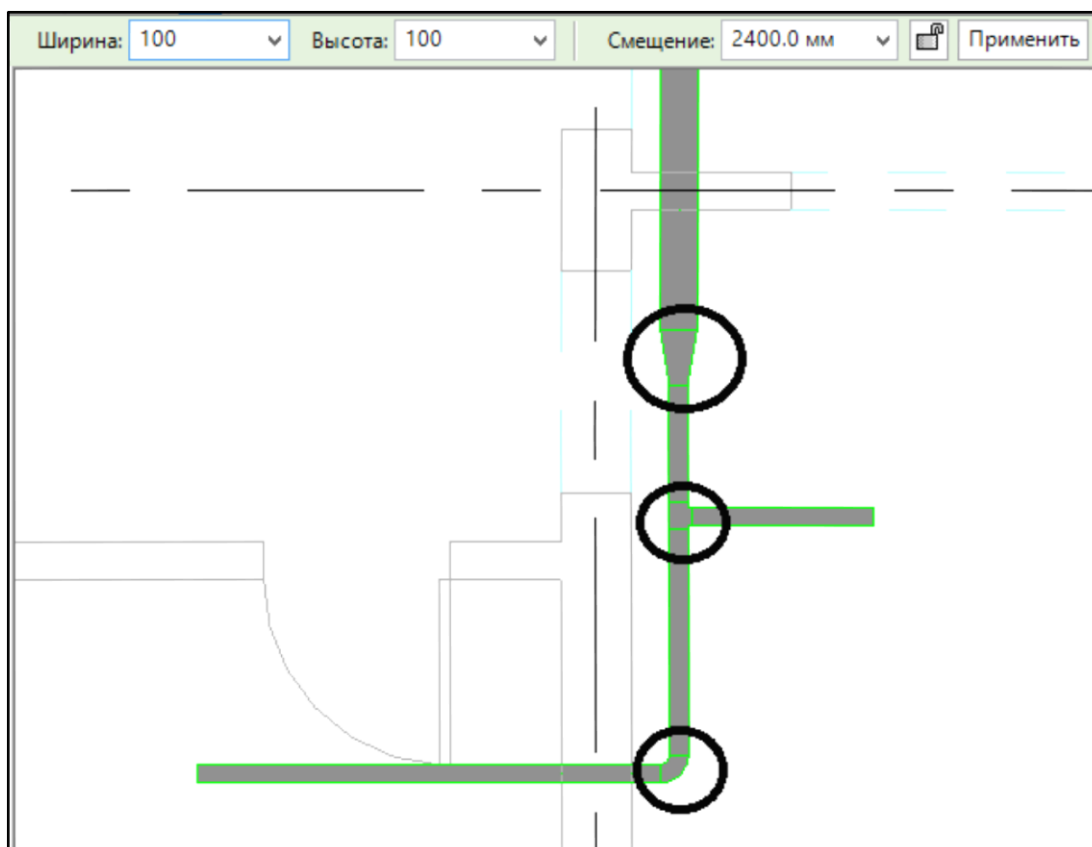

Рисунок 5.6. Трассировка воздуховода
3. Далее указанием курсора мыши в области рисования построить трассу воздуховода. При этом все необходимые фитинги будут установлены автоматически в соответствии с настроенным ранее типом (рис. 5.6).